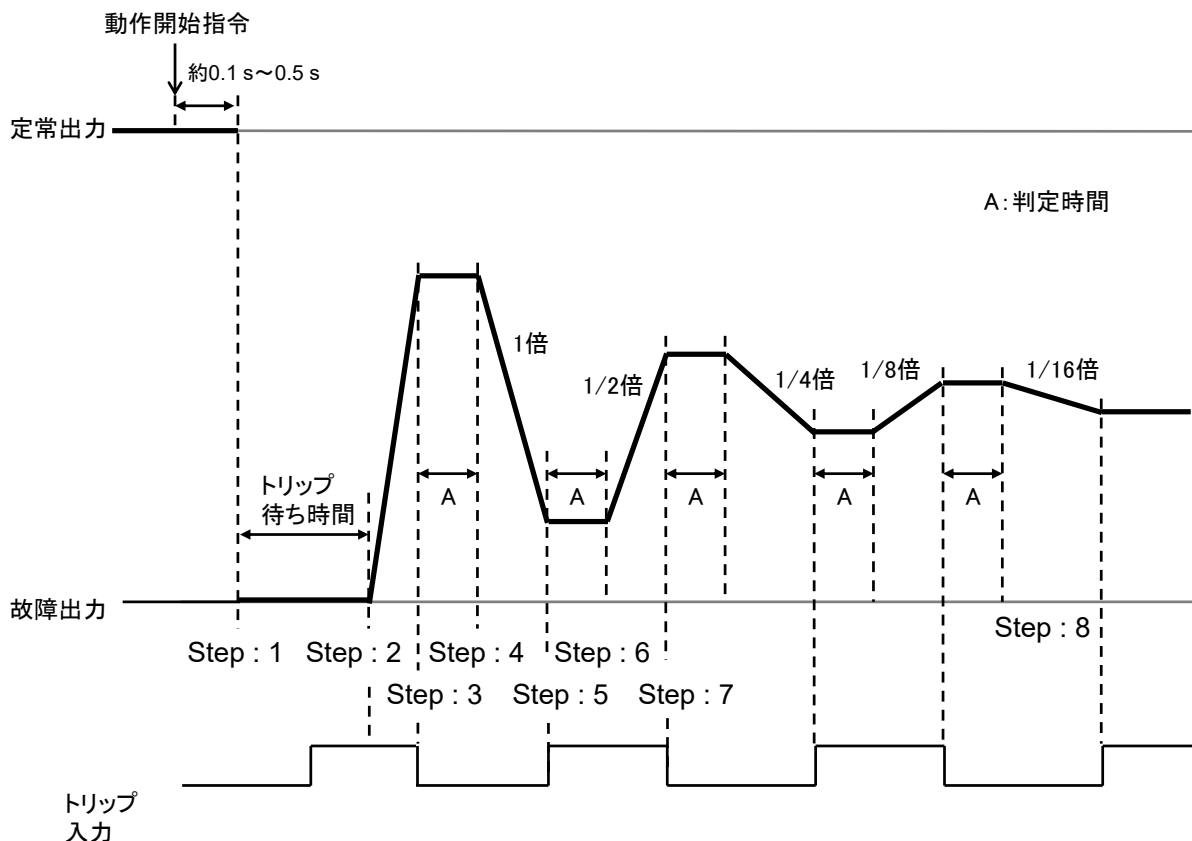

図 3-16 自動スweep試験シーケンスの例（出力急変：有効時）
出力急変：有効，スweep方向：定常⇒故障，スweep回数：3回，出力カット：無効に設定したときの試験シーケンスを図3-16に示します。
- Step : 4 判別時間後にトリップ信号が解除されたままであれば故障方向へ、入力されていれば定常方向にスweepします。図3-16においてスweep回数が1回目のため1倍の速さです。